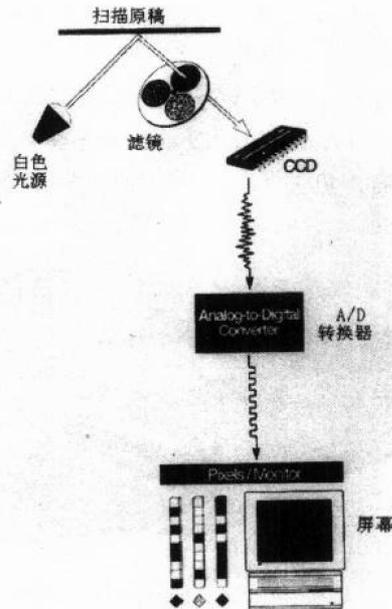

图 2.2 扫描过程的主要步骤
- (1) 首先将扫描的原稿正面向下平铺在扫描仪的玻璃板上。
- (2) 在软件中启动了扫描仪驱动程序 (或者按面板上的快捷按钮) 后, 安装在扫描仪内部的可移动光源开始扫描原稿。为了均匀照亮稿件, 扫描仪光源是一条卡在两条导轨上的长条形, 并沿 y 方向扫过整个原稿。
(3) 照射到原稿上的光线经反射后穿过一个很窄的缝隙，形成沿 x 方向的光带，又经过一组反光镜，由光学透镜聚焦并进入分光镜，经过棱镜和红绿灯三色滤色镜得到的三条彩色光带分别照到各自的 CCD 上，CCD 完成自己的工作——转变出模拟电信号，此信号又被 A/D 变换器转变为数字电子信号。到此为止，反映原稿图像的光信号已转变为计算机能够接受的二进制数字电子信号，最后通过 SCSI 或者 USB 等接口送至控制扫描仪的软件，由软件像玩拼图一样重组为计算机图像文件。扫描仪每扫一行就得到原稿 x 方向一行的图像信息，随着沿 y 方向的移动，在计算机内部逐步形成原稿的全图。扫描原理的略图如图 2.2 所示。